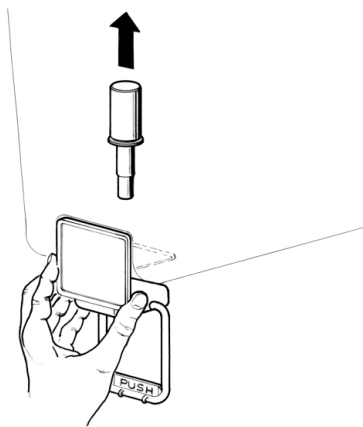

figure 3
**6 Robinet en inox à gravité:** défiler le piston et démonter le levier de débit robinet (voir figure 3).